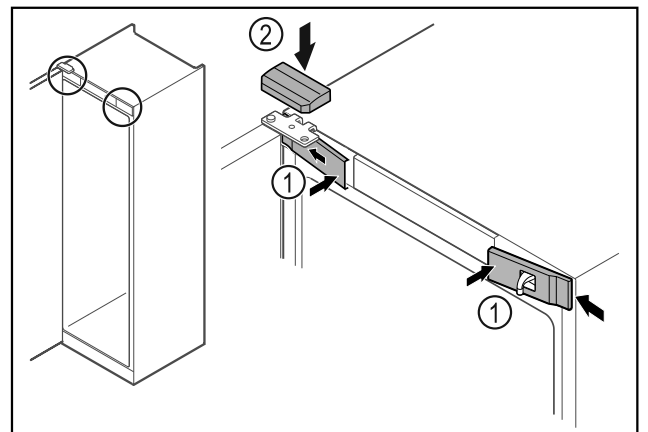

Fig. 50
- ▶ Vordere Abdeckungen Fig. 50 (1) seitlich einhaken und aufrasten.
- ▶ Obere Abdeckung Fig. 50 (2) von oben aufrasten.